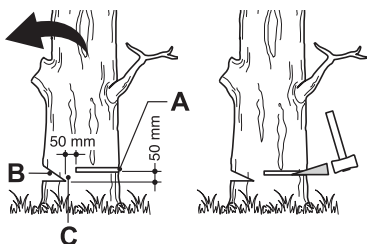

Fig. 36
Effectuez une entaille (Fig. 36, B) d'une profondeur égale à 1/3 du diamètre de l'arbre, perpendiculairement au sens de la chute (Fig. 36). Faites la coupe horizontale en premier. Ainsi, la chaîne et le guide-chaîne ne risqueront pas d'être coincés dans le bois lorsque vous ferez la deuxième entaille.
- > Le trait d'abattage (Fig. 36, A) doit être situé au moins 5 cm au-dessus de la ligne horizontale de l'entaille d'abattage (Fig. 36), et il doit être strictement parallèle à celle-ci. Laissez entre l'entaille et le trait d'abattage une épaisseur de bois assez conséquente pour pouvoir constituer une charnière. La charnière (Fig. 36, C) a pour but d'éviter que l'arbre ne pivote et tombe dans la mauvaise direction. Ne la coupez pas.